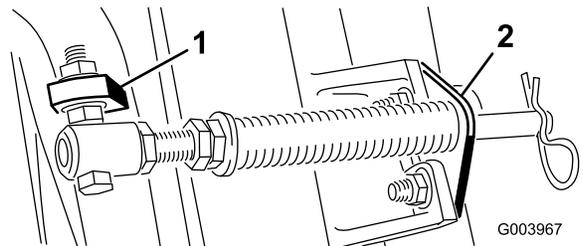

Рисунок 6
**Примечание:** Головку болта следует расположить в направлении наружной стороны выступа, как показано на **Рисунок 6**.
- D. Присоедините кронштейн штока к выступам режущих блоков с помощью каретных болтов и гаек (**Рисунок 6**).